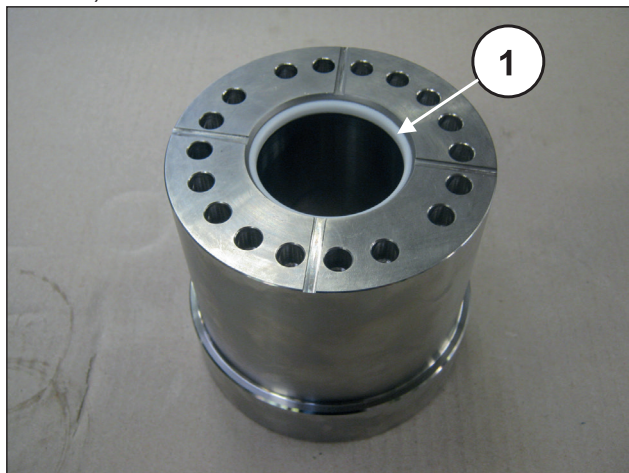

Abb. 195
Setzen Sie den Dichtungshalter in die Buchse ein (Pos. ①, Abb. 195).